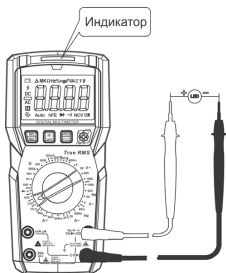

Рис. 14 Проверка светодиода
7.11 Проверка светодиода (см. рис. 14)